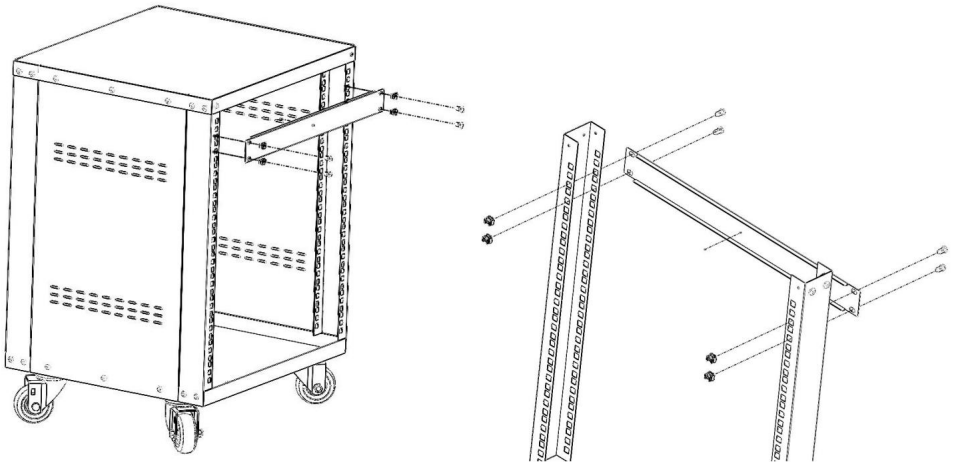

Figura 5
5. Coloque el panel ciego de 1U en el bastidor. Asegúrelo con 4 tuercas enjauladas M6 y 4 tornillos de cabeza cruzada M6*12. Consulte la Figura 5.